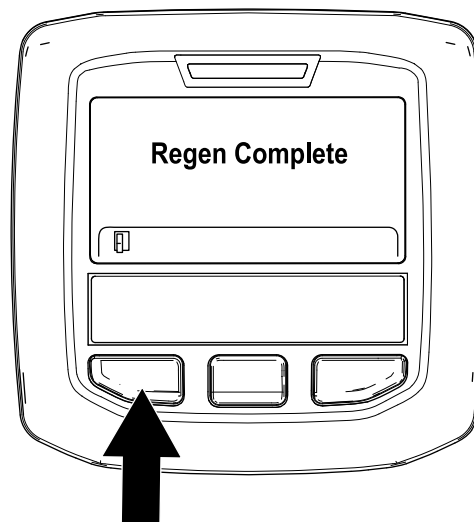

Bild 39
- Die geparkte Regenerierung ist abgeschlossen, wenn die Meldung „Regen. Complete“ im InfoCenter angezeigt wird. Drücken Sie die linke Taste, um den Homebildschirm anzuzeigen (Bild 39).